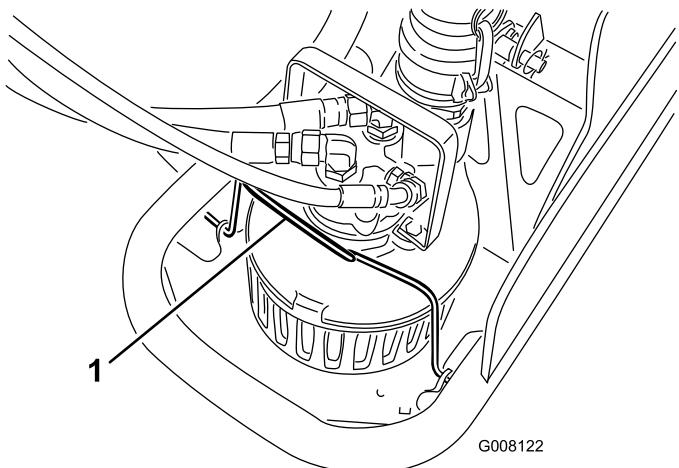
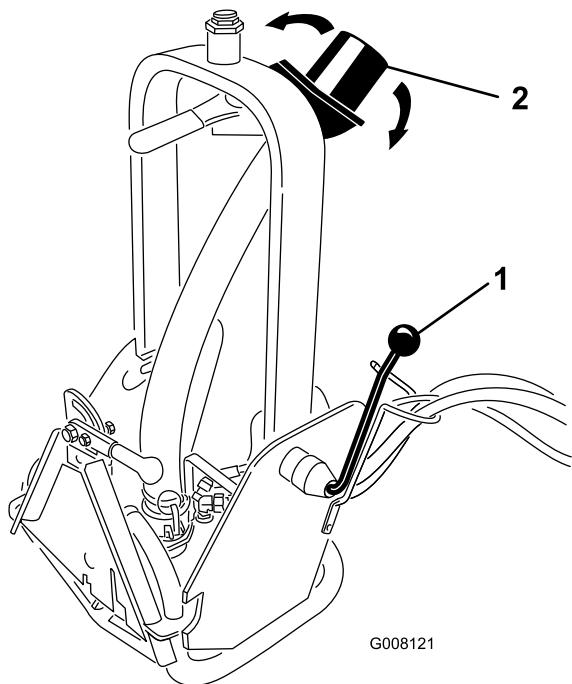

Bild 9
Bild 10
- Stellen Sie sicher, dass die Pumpenklemme (Bild 9) und der Sperrgriff (Bild 10) fest sind, bevor Sie die Pumpe einsetzen.